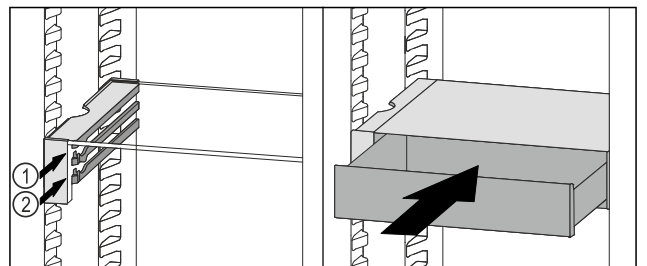

Fig. 80
- Așezați sertarul VarioSafe în spatele opritoarelor pe nervura dorită Fig. 80 (1) sau Fig. 80 (2).